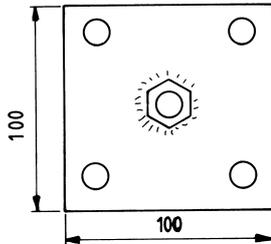
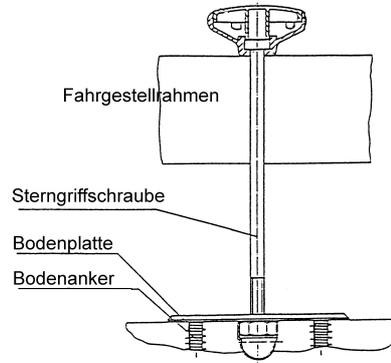

Abb. 2
Abb. 3
- **Lage der Bodenplatte am Boden bestimmen.** Dazu fahren Sie den Lifter ohne Patienten an die Stelle, an der der Patient abzusetzen ist und schwenken den Mast mit **unbelastetem** Ausleger über die angenommene Absetzstelle des Patienten (z.B. Badewanne, Bett). Im Querholm des Fahrgestells sind zwei Befestigungsbohrungen, durch die später zwei Fahrwerksschrauben (**Abb.3**) gesteckt werden, mittels derer das Fahrgestell an der Bodenplatte (**Abb. 2**) befestigt wird.